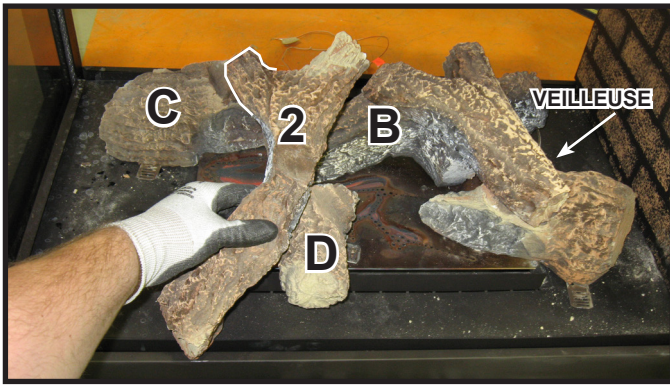
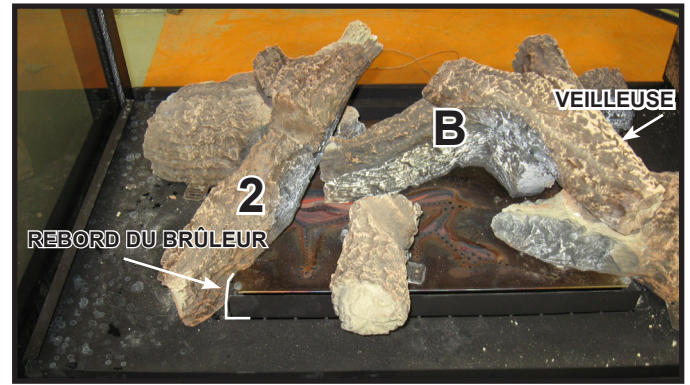

Figure 5. Pose de la bûche n° 2
Figure 6. Pose de la bûche n° 2
ÉTAPE 2. Bûche no. 2 (SRV2129-705) : Localisez la section de la bûche no. 2 qui est mise en évidence à la figure 5. Placez cette section de la bûche no. 2 sur l'indentation de la bûche C. La bûche no. 2 sera posée sur la pointe de la bûche B. Faites glisser le bas de la bûche no. 2 jusqu'au bord du brûleur, comme indiqué à la figure 6.